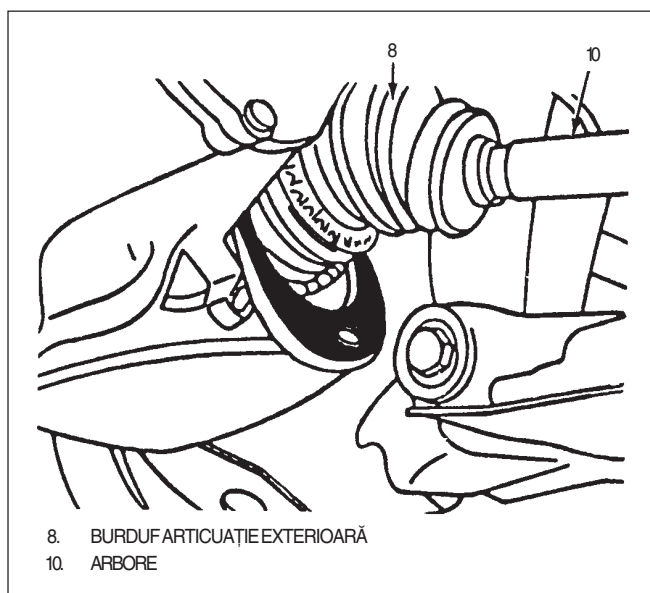

Fig. 41 Arborele de transmisie din cutia de viteze
- 1) Arborele în cutia de viteze, cu mare grijă să nu avariați burduful (fig. 41).